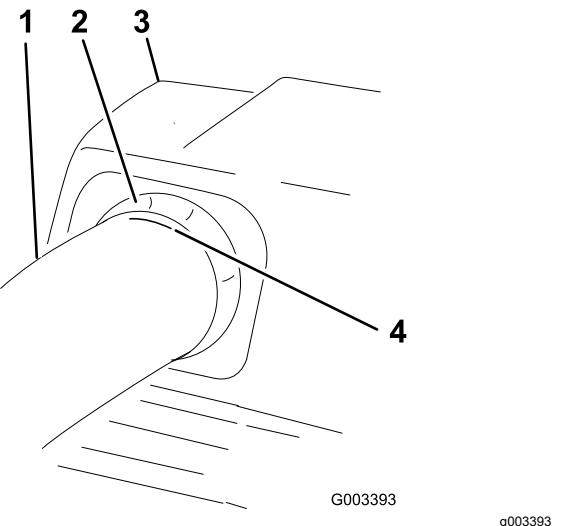

Figura 40
6. Una vez que obtenga la medida de 19 mm ($\frac{3}{4}$ '), marque el tubo superior en el exterior, en el punto donde sobresale el sello de goma (Figura 40).
Compruebe que la marca hecha en Figura 40 está todavía en su lugar.